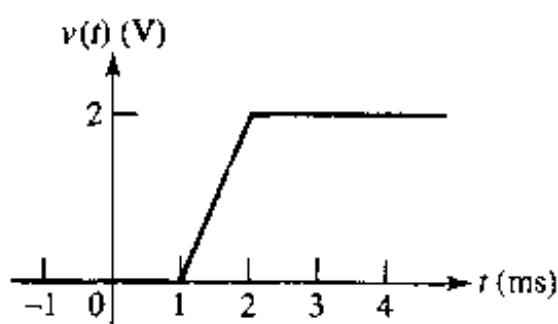

图 7.4
7.1 如果 100 pF 电容电压随时间变化关系如图 7.4 所示,求流过该电容的电流。